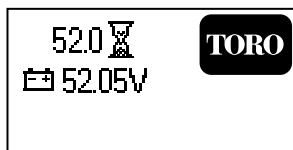

Bild 25
- **Startbildschirm (Bild 25):** Zeigt die Akkuspannung und den Betriebsstundenzähler für einige Sekunden nach dem Einschalten der Maschine an.